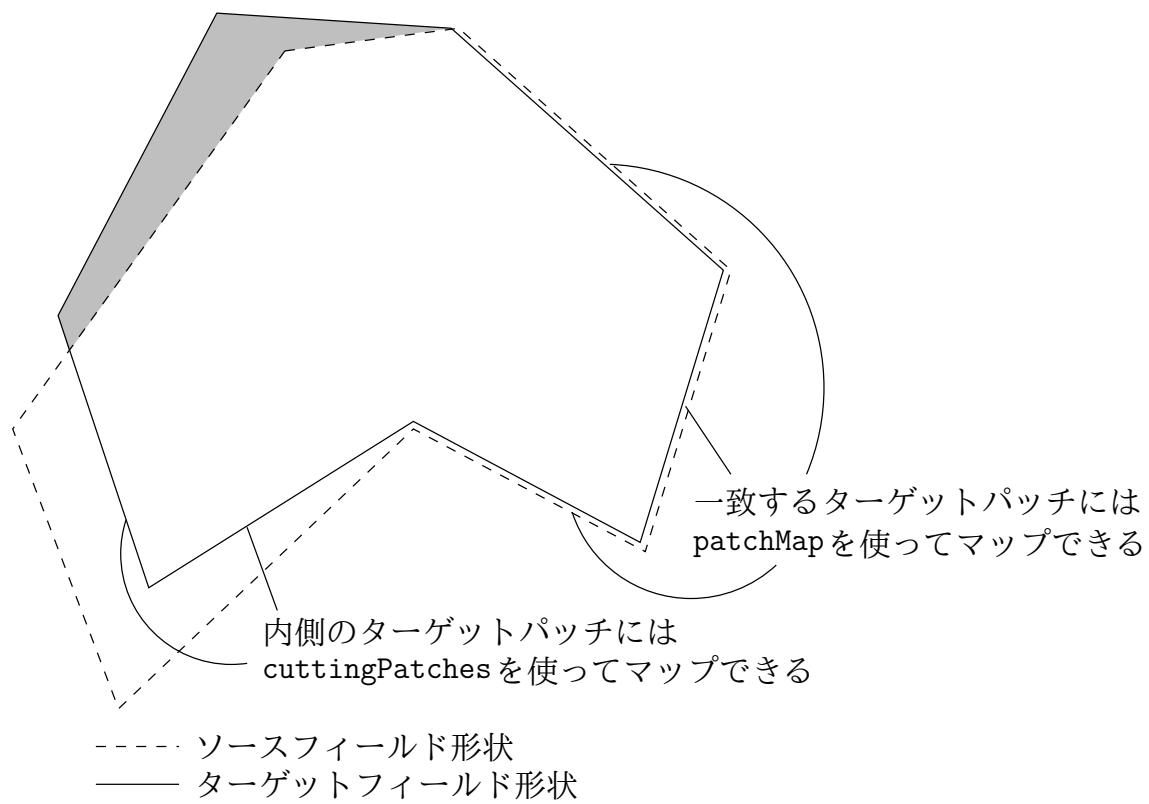

図 5.16 一貫しないフィールドをマップする
フィールドが図 5.16 のように一貫していないとき、mapFields はターゲットとなるケースの *system* ディレクトリに *mapFieldsDict* ディクショナリを必要とします。以下の規則がマッピングに適用されます。
*mapFieldsDict* ディクショナリは、パッチデータに関するマッピングを指定する二つのリストを含んでいます。最初のリストは、図 5.16 のように幾何形状が一致するソースとターゲットとなるパッチの組の間のデータのマッピングを指定する *patchMap* です。リストは、ソースとターゲットとなるパッチの名前のそれぞれの組を含んでいます。2番目のリストは、ターゲットとなるパッチの名前を含む *cuttingPatches* です。そのターゲットのパッチの値は、ターゲットとなるパッチが切断するソースの内部のフィールドからマップされます。私たちの例における左下のターゲットとなるパッチのように、ターゲットとなるパッチがソースの内部のフィールドの一部を切断するだけの状況では、内部のフィールドに含まれるそれらの値はマップされ、外部にある値は変わりません。*mapFieldsDict* ディクショナリの例は以下に示します。